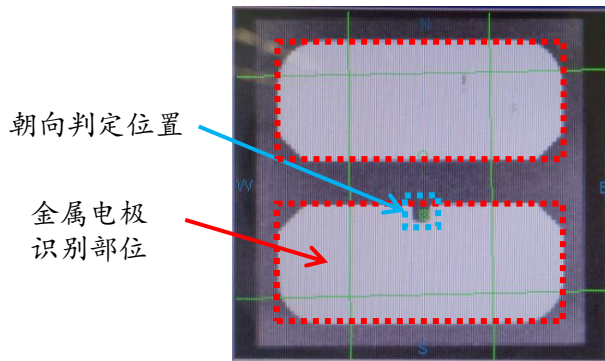

图7. 金属电极识别（日亚推荐）
- 对LED进行朝向判定时，将识别位置设定为正、负金属电极间（图7的  部分），通过这部分的辉度对是否有金属电极进行识别。